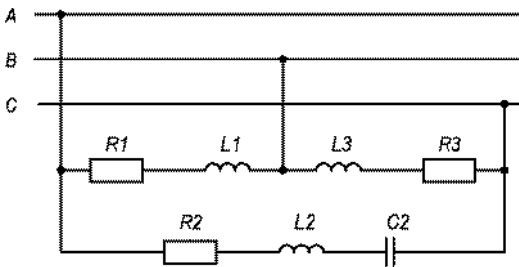

Рисунок 3.13
**Задача 3.8.** Определить фазные и линейные токи, активную, реактивную, полную мощности и коэффициент мощности трёхфазной нагрузки (рис. 3.13). Построить векторную диаграмму, используя исходные данные таблицы 3.8.